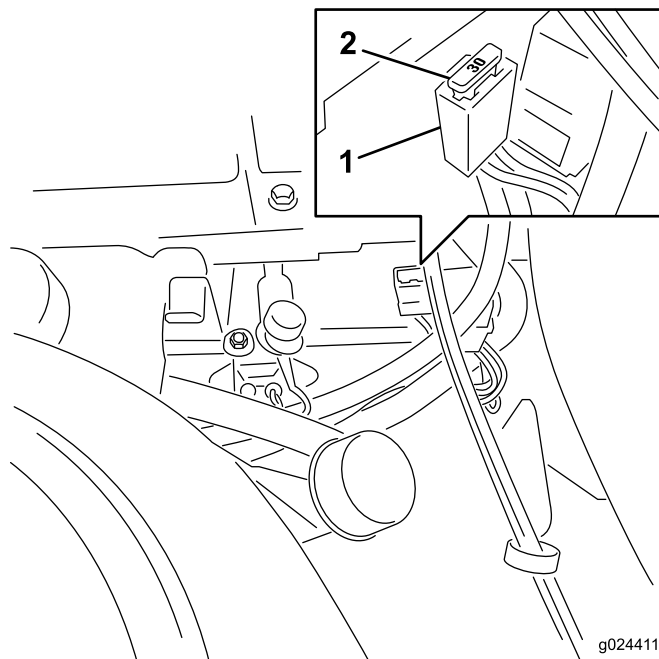

Figura 54
Nota: I fusibili sono posizionati sulla consolle destra vicino al sedile (Figura 54).
1. Per sostituire il fusibile principale, afferrate il fusibile ed estraetelo diritto dal portafusibili (Figura 54).
4. Allineate il nuovo fusibile con lo slot sul portafusibili (Figura 54).
5. Spingete il fusibile nel portafusibili fino a quando non è in sede (Figura 54).